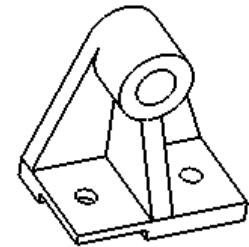
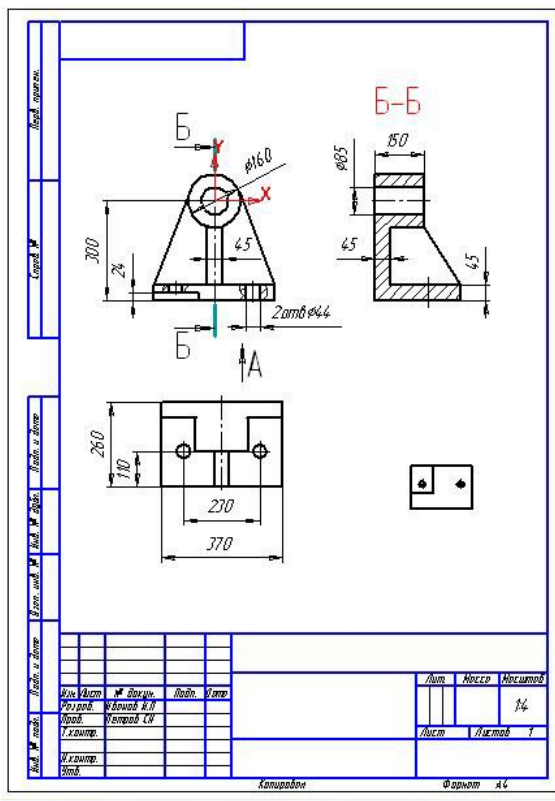
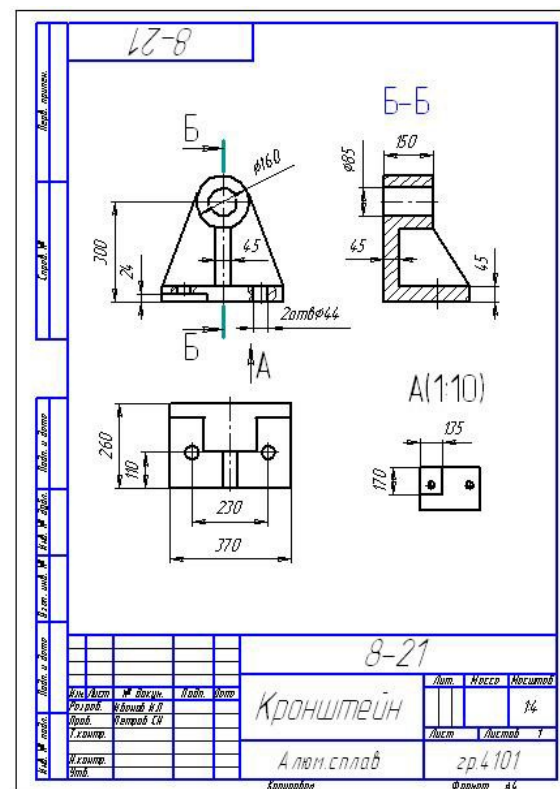

Рис.4
Рис.7
Рис.8
Рассмотрим алгоритм построения чертежа детали, изображённой на Рис.4 (размеры взять с чертежа Рис.8).
10. Нанесём размеры на чертёж (размеры нужно задавать натуральные, а система сама их пересчитает в соответствии с заданным масштабом), На трёх проекциях – виде спереди, профильном разрезе «Б-Б» и виде сверху размеры проставляем в **«виде 1»** (Рис.7), а на виде снизу «А» - в **«виде 2»** (Рис.8).
11. Заполним таблицу основной надписи. (Рис.8), перенесём за пределы чертежа оси координат.